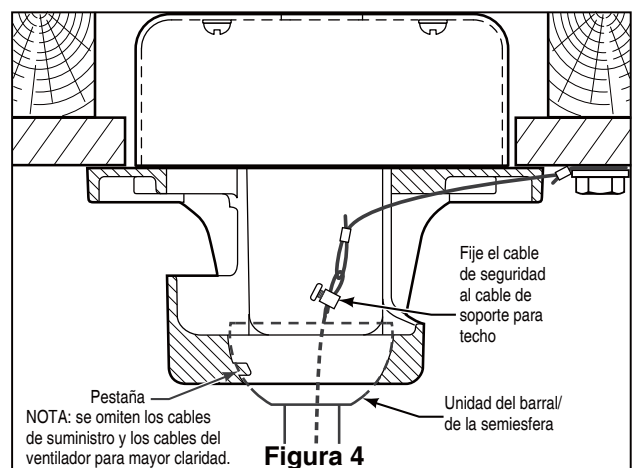

Figura 4
4. Coloque el soporte de la varilla y alinee los orificios de la clavija de horquilla en ambas piezas. Instale la clavija de horquilla y asegúrela con la pinza de horquilla. Fije los dos tornillos de presión y las tuercas de seguridad en el soporte de la varilla interior. (Figura 4)
4. Levante cuidadosamente el ventilador y coloque el ensamble de la bola para colgar/varilla en la abrazadera para colgar que acaba de fijar a la caja de salida. Asegúrese de que la ranura de la bola esté alineada con la lengüeta de la abrazadera para colgar. (Figura 4)
- ☐ 5. Fije el cable de seguridad al cable de soporte para techo. Deslice la abrazadera de cables por el cable de seguridad (del ventilador). Pase el extremo del cable a través del aro que forma el cable de soporte para techo. Tire lo más posible del cable a través del aro. Inserte el extremo del cable en el orificio de la abrazadera y ajuste firmemente el tornillo. (Figura 4)